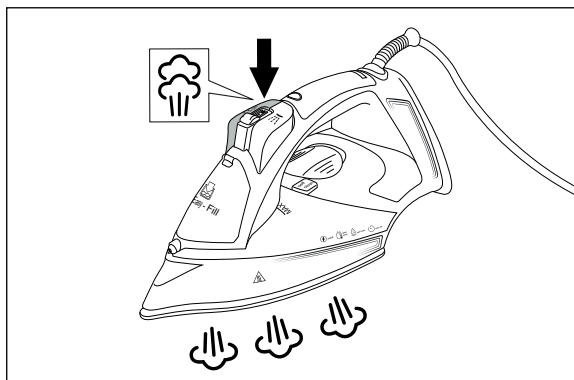

Abb. 6
- Mit der Dampfstoß-Funktion können Sie sowohl beim Dampfbügeln als auch beim Trockenbügeln (Dampfregler ❸ auf Position 0) einzelne Dampfstöße abgeben.
- 1) Lassen Sie das Dampfbügeleisen aufheizen, bis die Heizindikator-LED ❸ durchgängig leuchtet.
- 3) Drücken Sie mehrmals im Abstand von jeweils ca. 5 Sekunden kurz die Taste für den Dampfstoß ☁ ❹ (siehe Abb. 6).
- 2) Leeren Sie den Wassertank ⑬ des Dampfbügeleisens über die Einfüllöffnung **Easy-Fill** ② vollständig in ein Spülbecken aus.
- 3) Mischen Sie 160 ml Wasser mit 160 ml **DURGOL Universal Schnell-Entkalker** (Verhältnis 1:1) und füllen Sie die Hälfte der Mischung mit dem Messbecher ⑮ in den Wassertank ⑬. Geben Sie die andere Hälfte der Entkalkermischung in ein flaches, ausreichend großes Gefäß (z. B. eine flache Schüssel) für die anschließende Entkalkung der Bügelsole ⑪.
- 5) Richten Sie die Wasserdüse ① auf ein Handtuch und drücken Sie die Taste für die Sprühfunktion  ⑤ ca. 20-mal (siehe Abb. 6).
- 6) Halten Sie das Dampfbügeleisen waagrecht über ein Spülbecken oder eine Auffangschüssel und halten Sie dann die Taste **self clean** ⑫ gedrückt. Bewegen Sie das Dampfbügeleisen dabei ein wenig hin und her. Schwenken und kippen Sie es leicht, damit der Inhalt des Wassertanks ⑬ aus den Dampfaustrittsöffnungen ⑭ in der Bügelsole ⑪ austritt.
- 7) Lassen Sie die Taste **self clean** ⑫ los, sobald merklich weniger Flüssigkeit aus den Dampfaustrittsöffnungen ⑭ austritt. Leeren Sie den restlichen Inhalt des Wassertanks ⑬ über die Einfüllöffnung **Easy-Fill** ② vollständig in ein Spülbecken aus.
- 8) Füllen Sie mit dem Messbecher ⑮ Leitungswasser oder destilliertes Wasser bis zur Markierung **MAX** in den Wassertank ⑬ (siehe Kapitel **Wassertank befüllen**). Wiederholen Sie die Schritte 5 bis 7 in zwei Durchgängen.
- 9) Um die Bügelsole ⑪ zu entkalken, stellen Sie das Dampfbügeleisen in ein flaches, ausreichend großes Gefäß (z. B. eine flache Schüssel). In dieses Gefäß haben Sie zuvor die restliche Entkalkermischung gegeben (siehe Schritt 3).
- 12) Geben Sie frisches Wasser in das Gefäß und tauchen Sie die Bügelsohle ⑪ ein paar Mal ein, um sie abzuspülen.
- 13) Nehmen Sie das Dampfbügeleisen aus dem Gefäß und trocknen Sie die Bügelsohle ⑪ mit einem weichen Tuch ab.
① **Hinweis**
- Führen Sie nach der Entkalkung des Dampfbügeleisens immer zwei Spülvorgänge mit der Taste **self clean** ⑫ durch. Ohne eine anschließende, gründliche Spülung des Wassertanks ⑬ mit Leitungswasser oder destilliertem Wasser ist die Verwendung eines Entkalkungsmittels nicht geeignet.